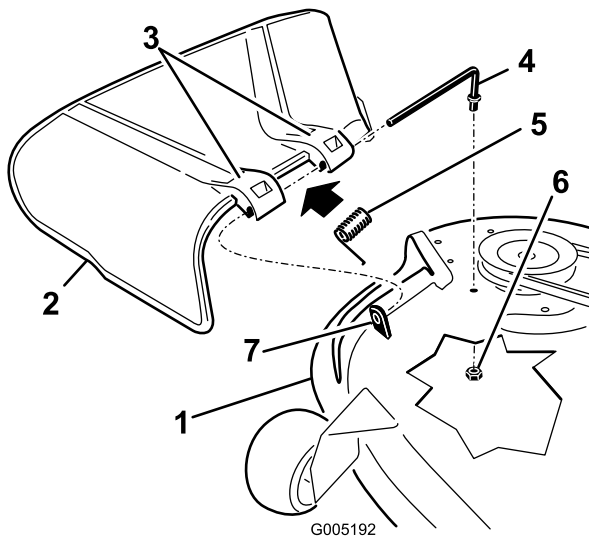

Figura 59
- Localice los elementos mostrados en la **Figura 59**.
- Retire la tuerca (3/8") de la varilla (debajo del cortacésped) (Figura 59).
- Retire la varilla del espaciador corto, del muelle y del deflector de hierba (Figura 59). Retire el deflector de hierba dañado o desgastado.
- Vuelva a colocar el deflector de hierba (Figura 59).
- Coloque el muelle sobre la varilla, con los extremos de los alambres hacia abajo, y entre los soportes del deflector de hierba. Deslice la varilla por el segundo soporte del deflector de hierba (Figura 59).
- Introduzca la varilla, en la parte delantera del deflector de hierba, por el espaciador corto de la carcasa. Fije el extremo trasero de la varilla en el cortacésped con una tuerca (3/8") (Figura 59).